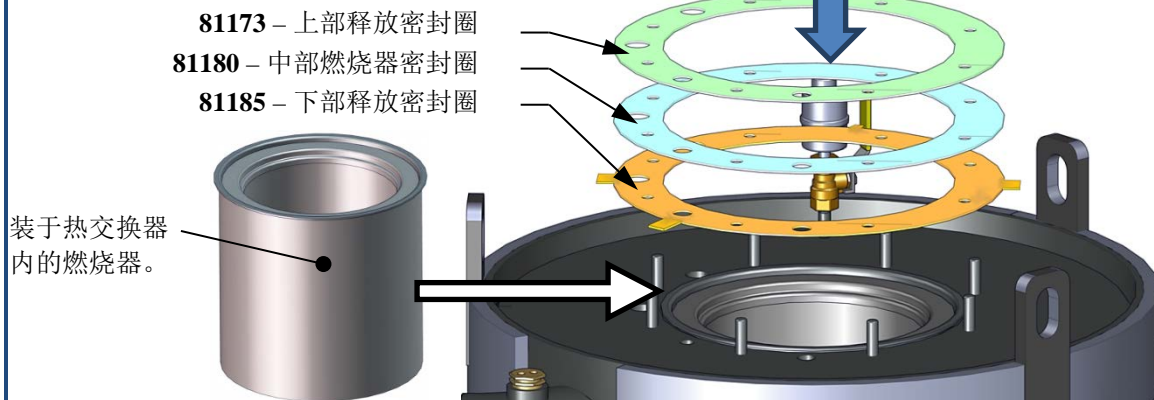

图 7-5: 燃烧器和更换密封圈位置
14. 拆下并更换燃烧器密封圈（参见图 7-5）。
在此程序中必须安装为维护提供的所有三个密封圈，如图 7-5 所示，即使目前正更换的垫圈只有一个。注意下部释放密封圈有突出耳片，而其他密封圈则没有耳片。